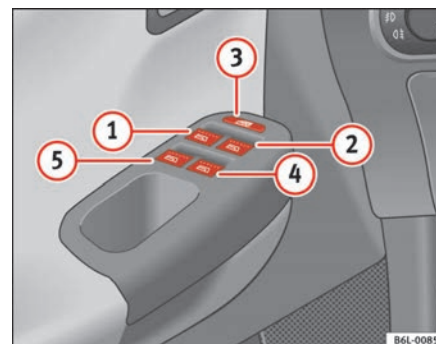

Fig. 52 Detalle de la puerta del conductor: mandos para las ventanillas delanteras y traseras
Las teclas ⇒ **página 91, fig. 52** ① y ② tienen dos posiciones para la apertura de las ventanillas y otras dos para el cierre. De este modo es más fácil controlar las operaciones de apertura y cierre.